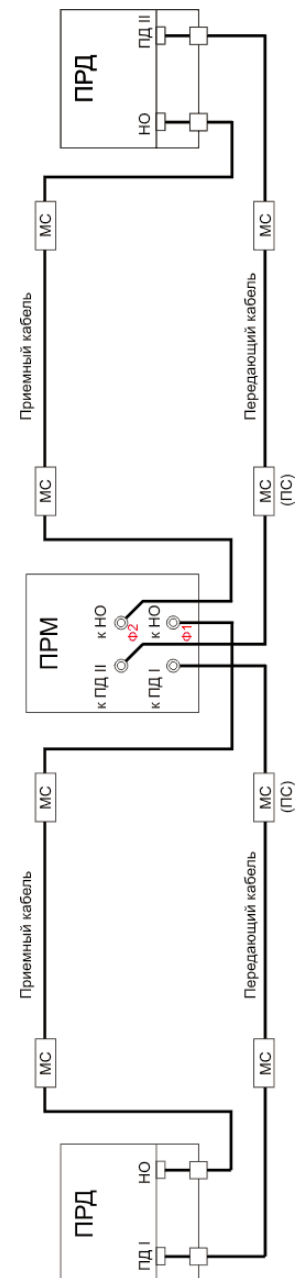

Рисунок 6.6.
- сращивание излучающих и переходных кабелей с помощью герметизирующих муфт по соответствующей технологии. Плата согласования устанавливается в муфту передающего кабеля, ближнюю к приемнику (рис. 6.6.). При расстоянии между кабелями менее 2-х метров и коротких участках плата согласования ставится также и в муфту приемного кабеля.
- соединение кабелей показано на рис. 6.6.